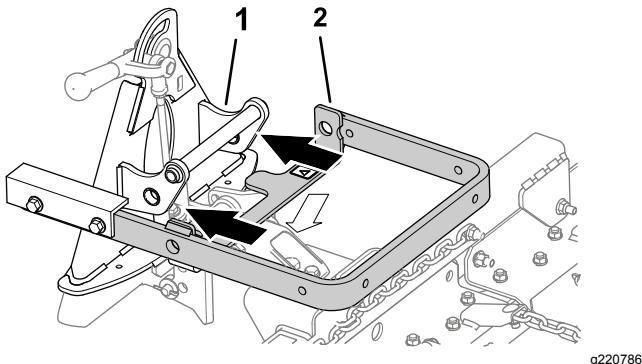
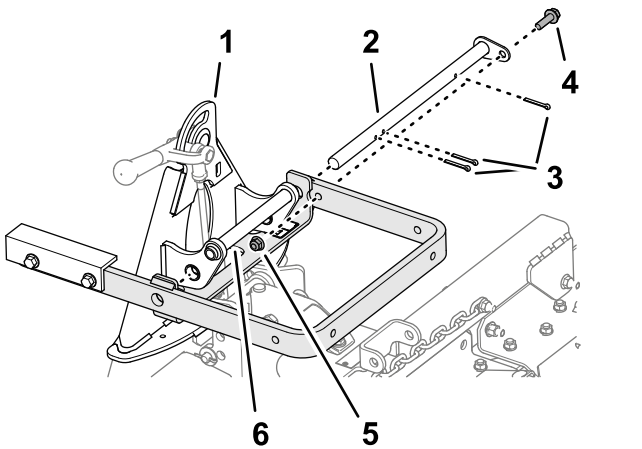

Figura 5
Figura 6
4. Alinee el brazo de elevación con el soporte del adaptador de accesorios (Figura 5) y conéctelos usando la barra de giro, según se muestra en Figura 6.
Nota: Para desplazar el adaptador de accesorios, utilice el asa de la parte trasera del adaptador (Figura 5).
5. Fije la barra de giro (Figura 6) con 3 pasadores de horquilla, un perno (3/8" x 1 1/4") y una contratuerca (3/8").